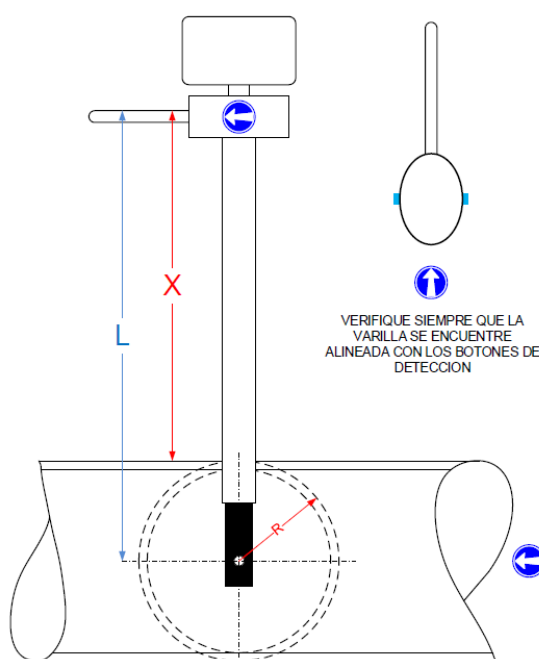

Figura 6.5b - Profundidad de inserción del sensor en la instalación en función del diámetro de la cañería
En la Figura 6.5b se observa cómo instalar el sensor y la profundidad de inserción en función del radio externo de la cañería (R). También se puede observar cómo orientarlo correctamente en función de la dirección de flujo. Siguiendo el gráfico, la parte más ancha de la base del sensor que es de sección oval, debe ubicarse siguiendo el sentido del flujo.